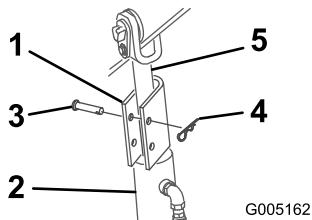

Figure 22
4. Posez un dispositif de blocage sur la tige de chaque vérin de levage (Figure 22).
5. Fixez chaque dispositif à de blocage à l'aide d'un axe de chape et d'une goupille fendue (Figure 22).